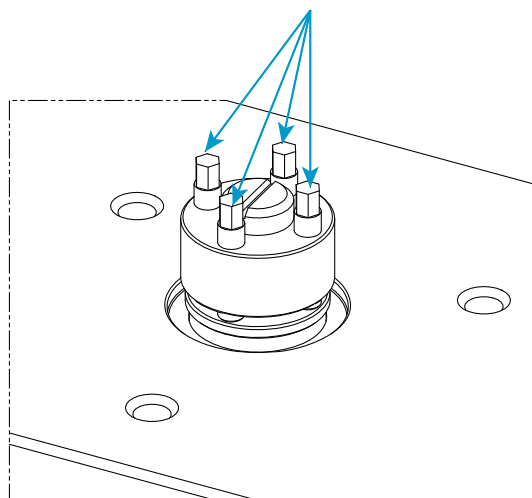

Figura 26. Gruppo tensionatore meccanico
11. Utilizzare la chiave dinamometrica (80-9-11) con la corrispondente bussola esagonale da 5 mm (67-4-29) fornita nel kit del tensionatore meccanico per serrare le quattro viti di fissaggio (mostrate in Figura 26) sul tensionatore meccanico a 14 N-m (10,3 ft-lb) secondo la seguente procedura: